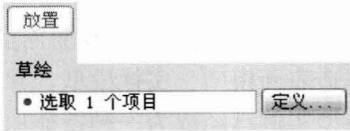
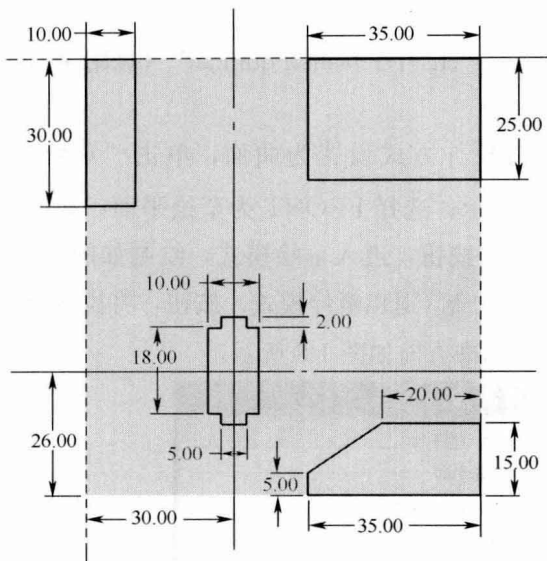

图 1-3 “放置”面板
图 1-9 草绘截面
* **放置**: 单击该按钮, 弹出图 1-3 所示的面板, 单击其中“定义”按钮, 绘制拉伸截面。
单击按钮，单击按钮，将拉伸方式设置为曲面，单击（去除材料）按钮，系统提示：选取要修剪的面组。在图形窗口，选择图 1-8 所示的拉伸曲面，拉伸曲面呈粉红色。单击操控板中的“放置”按钮，展开“放置”面板，参看图 1-3，单击“放置”面板中的“定义”按钮，弹出“草绘”对话框，选择 TOP 为草绘平面，单击“草绘”对话框中的“草绘”按钮，进入草绘模式，绘制如图 1-9 所示的草绘截面（注意使用约束），单击完成（蓝色）按钮，选择（将拉伸方式设置为对称），拉伸值设置为 10，单击操控板中的（绿色）按钮，标准方向如图 1-10 所示。